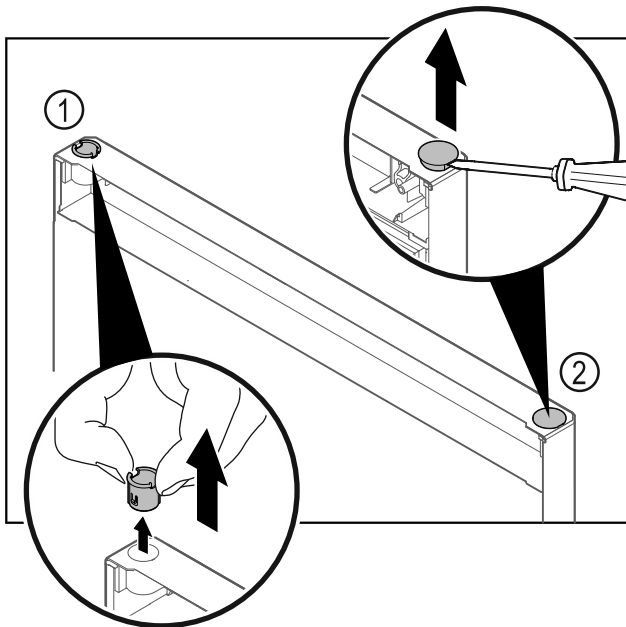

Fig. 18
- ▶ Trekk ut hengselbøssingen Fig. 18 (1) med fingrene.
- ▶ Løft dekkstøpselet Fig. 18 (2) forsiktig opp med en skruetrekker, og trekk det av.